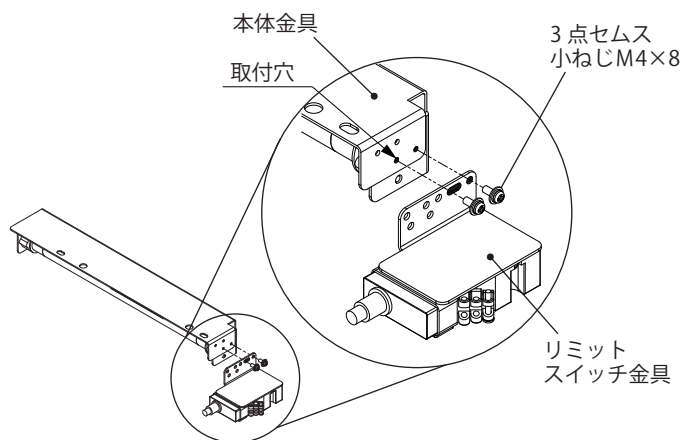

図7
1. リミットスイッチ金具にある3点セムス小ねじ M4×8(2か所)を取り外してください。(図7)
2. 本体金具とリミットスイッチ金具を3点セムス小ねじ M4×8(2か所)にて取り付けてください。(図7)